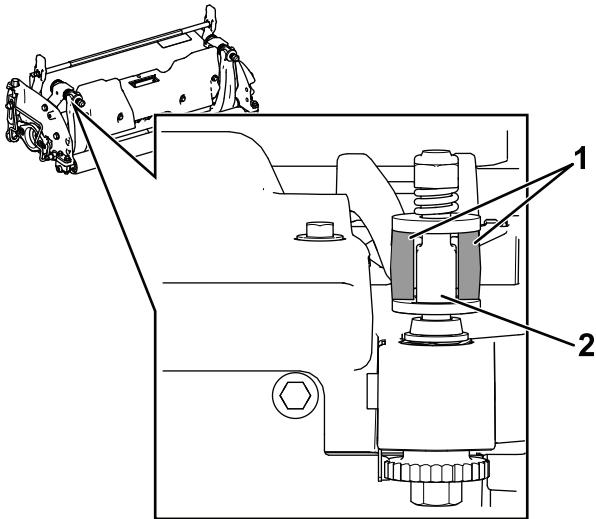

图 25
**重要事项** 将 DPA 调节器置于底刀架吊耳的中央如 图 25 所示。